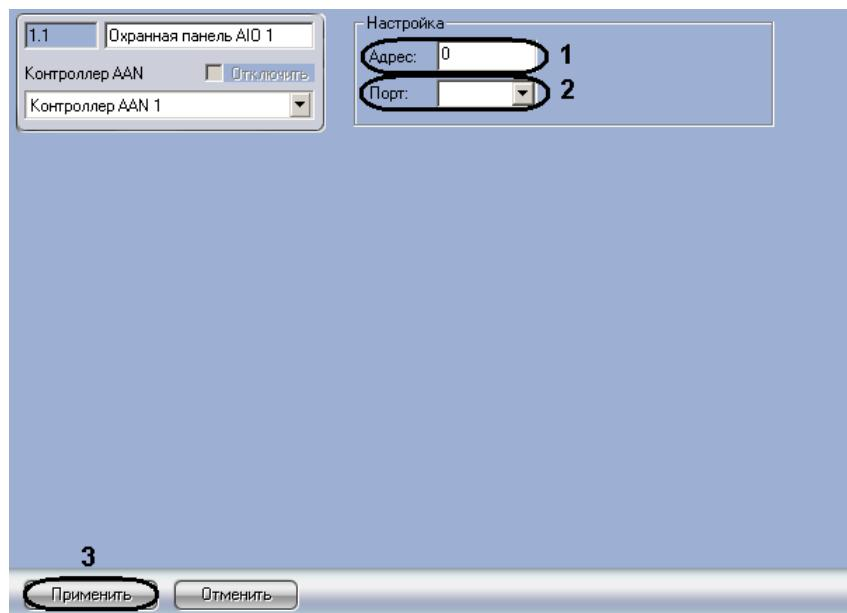

Рис. 3.3-4 Панель настроек объекта Охранная панель АІО
- Перейти на панель настроек объекта **Охранная панель АІО** (Рис. 3.3-4).
- Ввести в поле **Адрес**: уникальный адрес охранной панели АІО (см. Рис. 3.3-4, 1).
- Из раскрывающегося списка **Порт**: выбрать порт подключения охранной панели АІО (см. Рис. 3.3-4, 2).
- Для сохранения изменений нажать кнопку **Применить** (см. Рис. 3.3-4, 3).